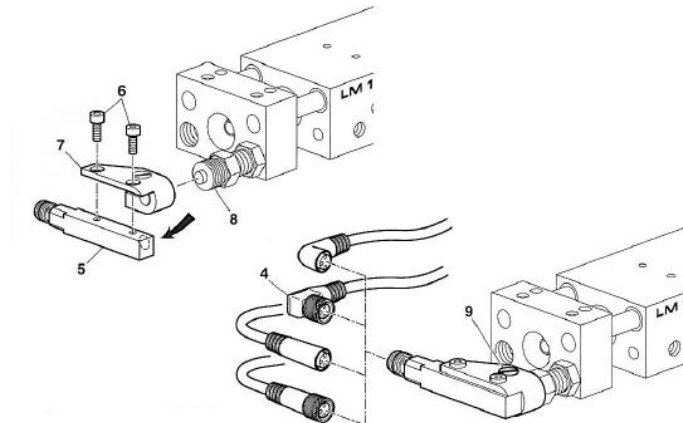

Fig. 15 Montage de l'initiateur 8x8 mm
1. Vissez l'initiateur (Fig. 15, 5) au support (Fig. 15, 7) à l'aide des vis (6).
2. Poussez le support (Fig. 15, 7) avec l'initiateur sur la vis de butée (Fig. 15, 8) jusqu'à la butée.
3. Serrer avec la vis (Fig. 15, 9).
4. Installez la fiche (Fig. 15, 4).